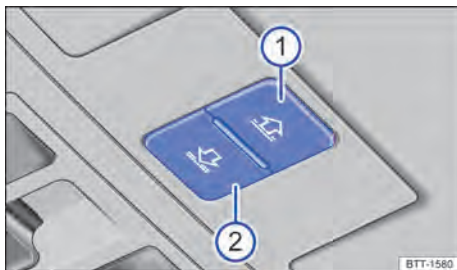

Fig. 117 No revestimento do teto: botões de comando da cortina de proteção solar.
Os botões → Fig. 117 **1** e **2** possuem dois níveis. No primeiro nível, a cortina de proteção solar pode ser totalmente ou parcialmente aberta ou fechada.
- *Abrir a cortina de proteção solar*: pressionar o botão → Fig. 117 ① até o primeiro nível. Curso automático: pressionar brevemente o botão → Fig. 117 ① até o segundo nível.
- *Fechar a cortina de proteção solar*: pressionar o botão → Fig. 117 ② até o primeiro nível. Curso automático: pressionar brevemente o botão → Fig. 117 ② até o segundo nível.
- *Parar o curso automático do procedimento de abertura ou fechamento*: pressionar novamente o botão → Fig. 117 ① ou ②.
- Aproximadamente cinco segundos após a ativação do limitador de força, pressionar o botão → Fig. 117 ② até que a cortina de proteção solar esteja totalmente fechada.